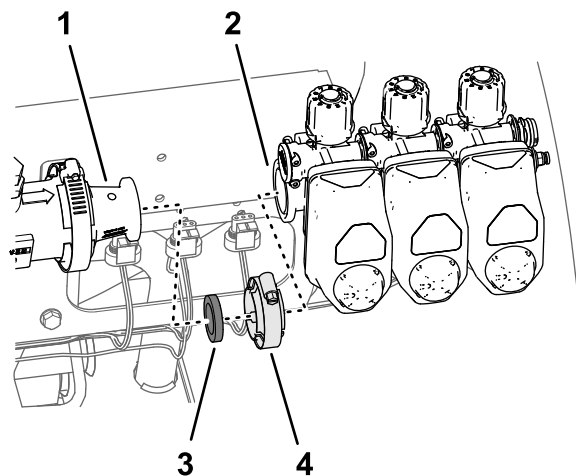

Figura 67
4. Retire las 3 válvulas de sección de la máquina (Figura 67).